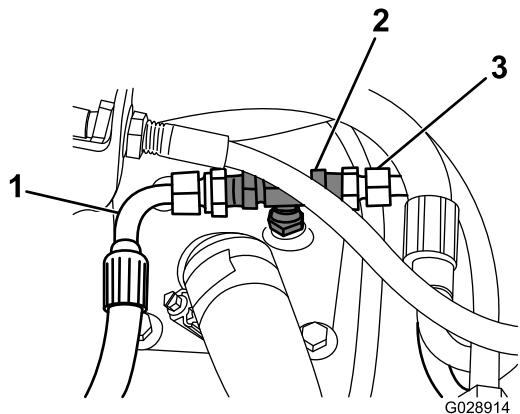

図3
9. ステップ 3 で外した3/8インチのドレンホースをアダプタに取り付ける(図3)。